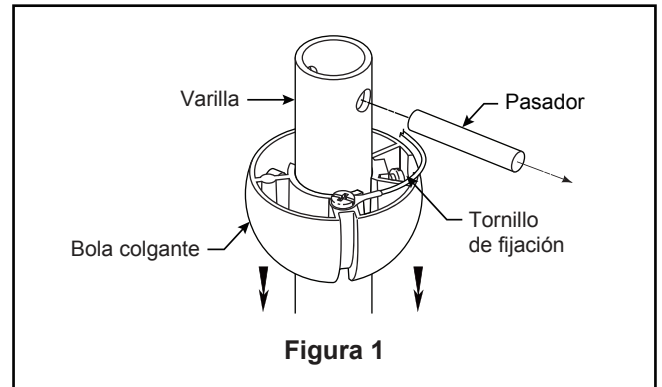

Figura 1
1. Extraiga la pieza de la bola colgante de la unidad de la bola colgante / varilla aflojando el tornillo de presión de la bola colgante hasta que la bola se libere de la varilla. Retire el pasador del barral y luego extraiga la semiesfera. Conserve el pasador y la semiesfera para su reinstalación en el paso 6. (Figura 1)